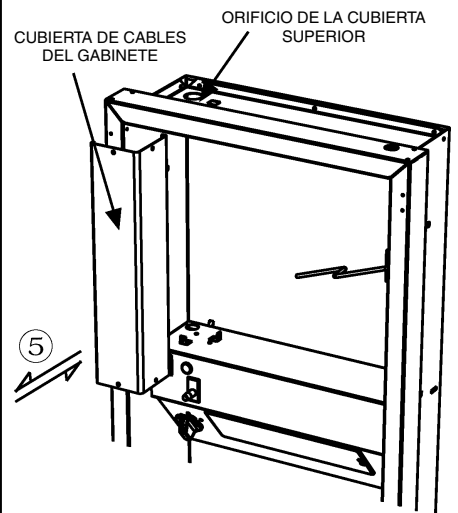

Fig. 2
5. CONECTE LOS CABLEADOS ELÉCTRICOS (Fig. 2)